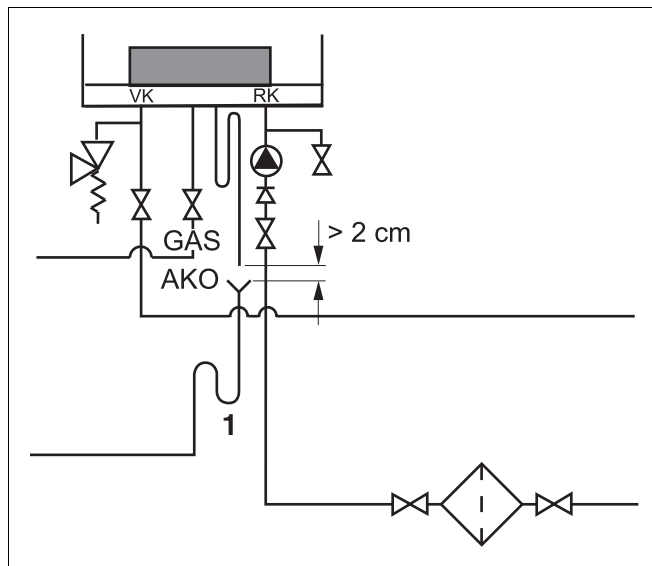
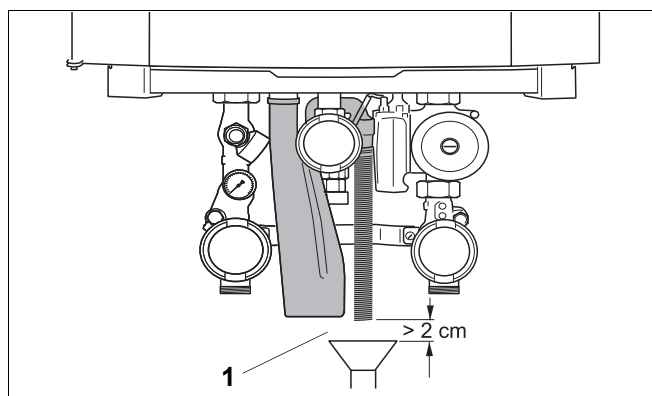

Bild 20 Ansluta sifonen
Bild 21 Kondensatledning
- Anslut kondensatledningen till sifonen (bild 20, pos. 1 och bild 21, pos. 1).